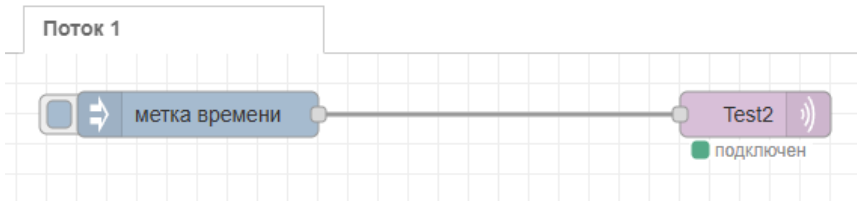

Рис. 3.6. Публикация сообщений в MQTT брокер
- Добавьте узел inject (для отправки текстового сообщения). Подключите его к узлу MQTT Out (см. рис. 3.6).